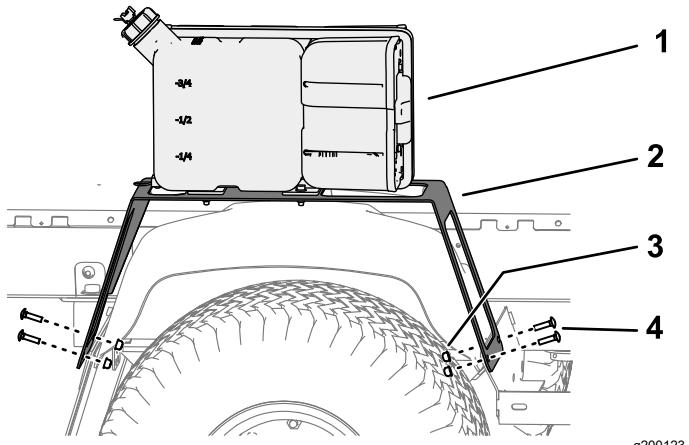

图 6
3. 将支撑托架前腿上的孔与挡泥板托架和挡泥板上的孔对齐 **图 6**。
4. 如 图 6 所示用 2 个车身螺栓 5/16 x 1-1/4 英寸和 2 个凸缘锁紧螺母 5/16 英寸将支撑托架安装到挡泥板托架和挡泥板上。
5. 将支撑托架后腿上的孔与防溅罩、挡泥板托架和挡泥板上的孔对齐 图 6。
6. 如 图 6 所示用 2 个车身螺栓 5/16 x 1-1/4 英寸和 2 个锁紧螺母 5/16 英寸将支撑托架安装到防溅罩、挡泥板托架和挡泥板上。